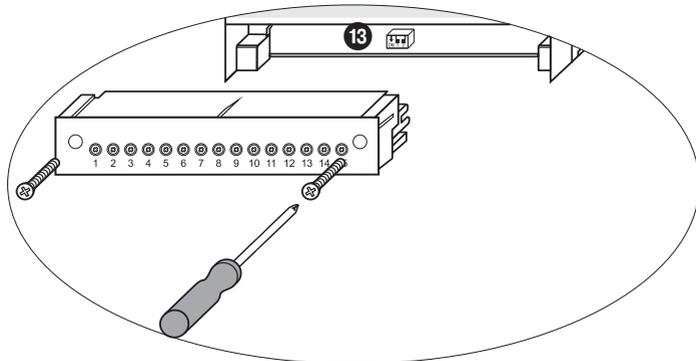

Fig. 9
- **Regleta de bornes inferior:** Soltar los tornillos de fijación a la derecha e izquierda y extraer la regleta de bornes. **Fig. 9**